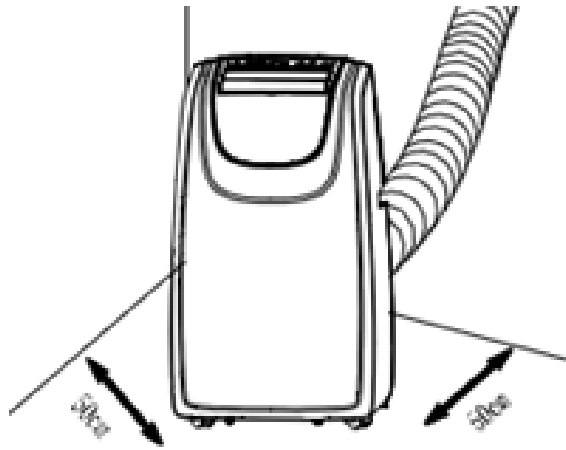

Figura 9
- A. Spostare l'apparecchio unitamente al tubo di scarico di fronte alla finestra e mantieni l'apparecchio ad una distanza di almeno 50cm dai muri o da altri oggetti. (Figura 9).